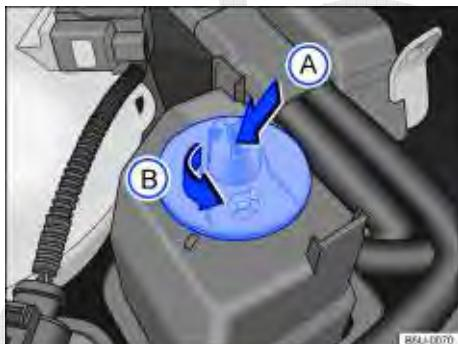

Fig. 111 No compartimento do motor: reservatório do fluido da direção hidráulica.
- Com o auxílio de uma chave de fenda ⇒ Fig. 111 (A) (seta), girar a tampa do reservatório (B) no sentido da seta.
- Com o auxílio de uma chave de fenda ⇒ Fig. 111 A (seta), girar a tampa do reservatório B no sentido da seta.